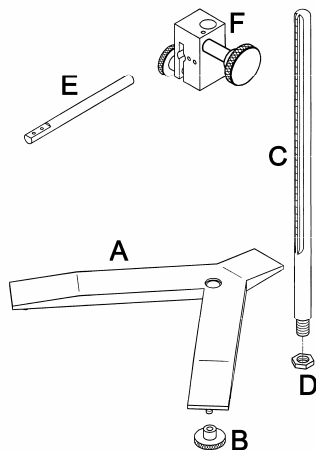

Fig. 5 Montage du pied du viscosimètre
- Retirez toutes les parties de la valise du transport. Observez la figure ici dessous (fig. 5).
- Fixez les trois pommeaux de niveau (B) correctement en forme d'Y (A).
- Attachez la branche de fixation (C) avec la mobile de fixation (D) dans le pied (A).
- Attachez la noix (F) à la branche de fixation. Le viscosimètre se connectera par la branche qui s'attache (E) à la noix (F).